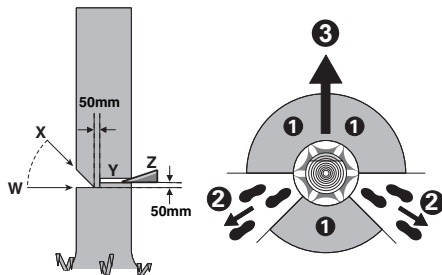

Abb. 1
Vor dem Fällen sollte ein Fluchtweg geplant und wenn nötig freigemacht werden. Der Fluchtweg sollte nach hinten und diagonal zur Rückseite der erwarteten Falllinie erweitert werden, wie in Abbildung 1 dargestellt.
Stammdurchmessers ausmacht, im rechten Winkel zur Fallrichtung, wie in Abbildung 1 dargestellt. Zuerst den unteren waagrechten Kerbschnitt durchführen (W). Dadurch wird das Einklemmen der Sägekette oder der Führungsschiene beim Setzen des zweiten Kerbschnitts vermieden (X). Sagen Sie den Steg nicht durch.
Setzen Sie den Fällschnitt 50 mm höher als den waagerechten Kerbschnitt (Y), wie in Abbildung 1 dargestellt. Den Fällschnitt parallel zum waagerechten Kerbschnitt ausführen. Den Fällschnitt nur so tief einsägen, dass noch ein Steg (Fällleiste) stehen bleibt, der als Scharnier wirken kann. Der Steg verhindert, dass sich der Baum dreht und in die falsche Richtung fällt. Sägen Sie den Steg nicht durch.
Bei Annäherung des Fällschnitts an den Steg sollte der Baum zu fallen beginnen. Wenn sich zeigt, dass der Baum möglicherweise nicht in die gewünschte Richtung fällt oder sich zurück neigt und die Sägekette festklemmt, den Fällschnitt unterbrechen und zur Öffnung des Schnitts und zum Umlegen des Baumes in die gewünschte Falllinie Keile aus Holz, Kunststoff oder Aluminium verwenden (Z) (3). Wenn der Baum zu fallen beginnt, die Kettensäge aus dem Schnitt entfernen, ausschalten, ablegen und den Gefahrenbereich über den geplanten Fluchtweg verlassen (2). Auf herunterfallende Äste achten und nicht stolpern. (Siehe Abb. 1)